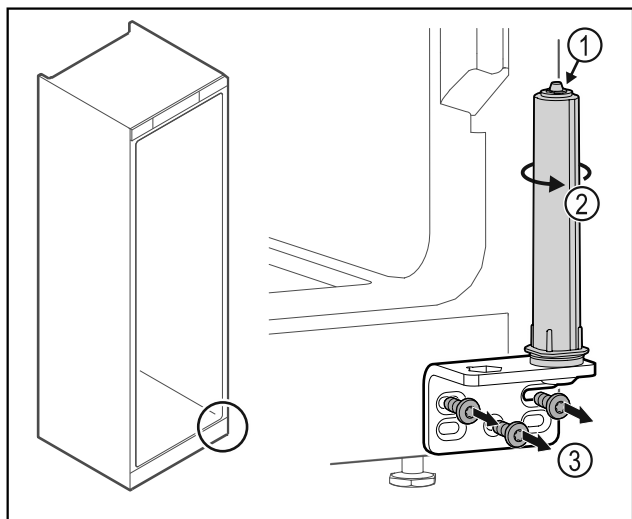

Fig. 36
- ▶ Nu dezamblați sistemul de închidere al ușii Fig. 36 (1).
- ▶ Rotiți Fig. 36 (2) sistemul de închidere, până când face clic.
- ▶ Deșurubați colțarul balamalei Fig. 36 (3).